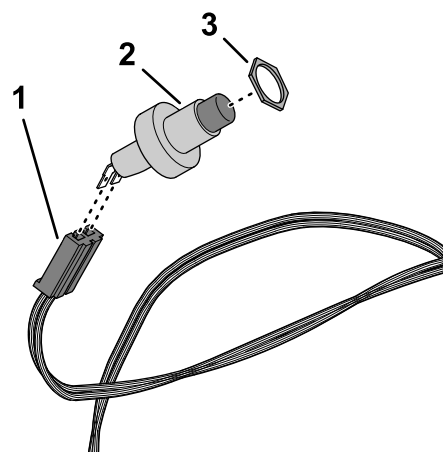

Figure 8
3. Vissez le contre-écrou sur l'interrupteur de l'avertisseur sonore (Figure 8).
4. Branchez l'interrupteur de l'avertisseur sonore dans le connecteur à 2 douilles étiqueté HORN SWITCH du faisceau du kit (Figure 8).